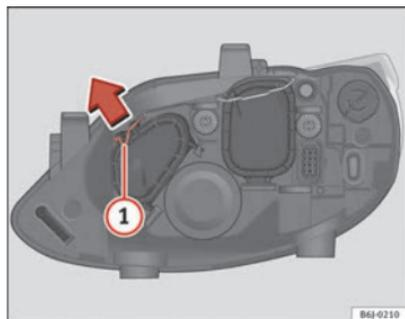

Fig. 153 Feux de route
- Déplacez le tirant ① dans le sens de la flèche puis retirez le cache ⇒ fig. 153.